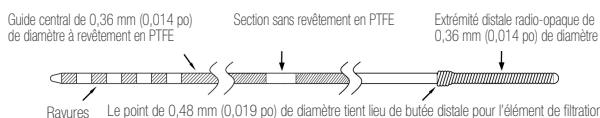

Figure 1
Le guide de mise en place du filtre BareWire (figure 1) est un guide de 0,36 mm (0,014 po) en acier inoxydable à revêtement PTFE, dont une section de 3 cm de l'extrémité distale radio-opaque est en platine/nickel. L'extrémité proximale des guides de mise en place du filtre de la gamme BareWire est recouverte de rayures afin de faciliter leur identification.
- Détacher le dispositif de rotation (figure 10). S'assurer que le dispositif de rotation est bien serré sur la section sans revêtement du guide de mise en place du filtre BareWire (cf. figure 1). Le dispositif de rotation peut être resserré le cas échéant. Tirer avec précaution et avec contrôle sur le dispositif de rotation afin de rétracter le guide de mise en place du filtre BareWire, et observer la rétraction de l'élément de filtration par l'entonnoir de chargement dans la capsule du cathéter de mise en place. Le dispositif est entièrement chargé lorsque le marqueur distal de l'élément de filtration se trouve au niveau ou à l'intérieur de l'extrémité de la capsule du cathéter de mise en place et que l'on peut ressentir une butée ferme (cf. figure 11).